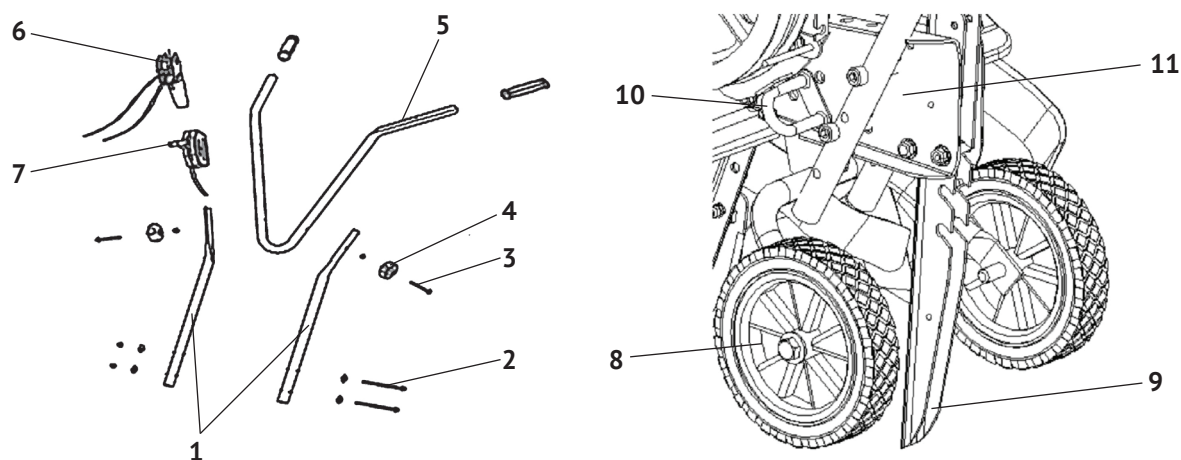

рис. 2
3.1 3.1 Установка рукоятки управления, опорных колёс и сошника (рис.2)
- совместив крепёжные отверстия нижних частей рукоятки управления (рис.2 поз.1) и основания (рис.2 поз.11), скрепить их двумя болтами (рис.2 поз.2);
- совместив крепёжные отверстия нижних частей рукоятки управления с отверстиями верхней (V-образной) рукоятки (рис.2 поз.5), вставить снаружи болты крепления (рис.2 поз.3) и скрепить с внутренней стороны гайками (рис.2 поз.4);
- транспортировочные колёса (рис.2 поз.8) в сборе с кронштейном крепятся к основанию (рис.2 поз.11) подпружиненным рычагом (рис.2 поз.10) в одно из 4-х фиксированных положений;
- сошник (рис.2 поз.9) устанавливается на основании в одно из 3-х фиксированных положений, крепится пальцем и фиксируется шплинтом.
- установить опорный кронштейн колёс в положение для транспортировки рис.2;
- для удобства транспортировки культиватора, регулятор глубины вспашки (рис.2 поз.9)